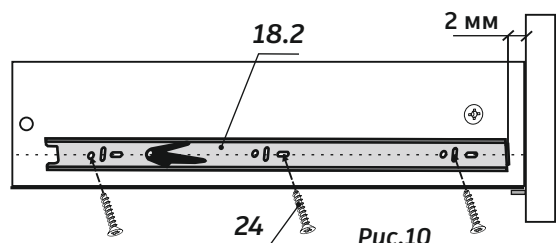

Рис.10
- 2. Приложить** направляющую к каждой боковой стенке ящика так, чтобы центры отверстий направляющей совпали с линией на боковой стенке ящика, выдержав размеры, показанные на рис.10
- 3. Крепить** направляющие к каждой боковой стенке ящика шурупами 3,5x16 (п.24) – 3 шт (см. рис.10).